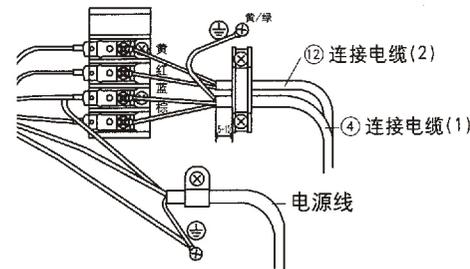
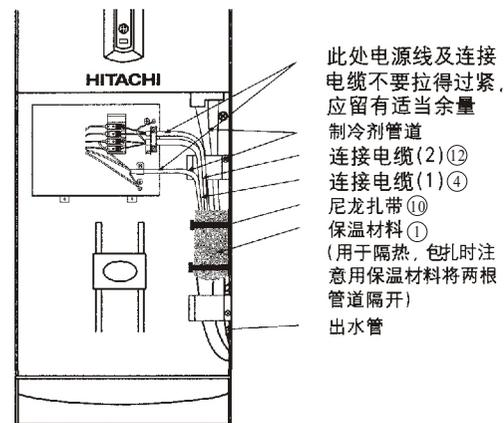

图 17
图 18
(2) 按图17、图18所示进行接线。
- (3) 必须将黄/绿芯线接至带有“⊕”标志的端子上。
- (4) 将电源线、连接电缆用电线压板压紧，以防止接线端子受力后脱落。
- (5) 将制冷剂管道用附件⑩尼龙扎带按图18要求扎起来。
- (6) 将电源线、连接电缆(1)、(2)从制冷剂管道外连接管通过的管道孔穿过，且如果从后板穿过，管道孔必须装上管道孔护环，以防电源线、连接电缆破损发生漏电危险。
- (7) 室内电源必须安装空气开关。